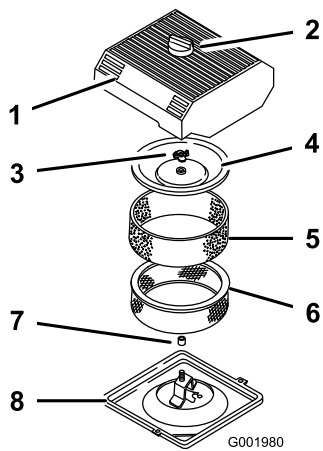

図 43
3. エアクリーナを外したときエンジン内部に異物が入らないよう、周辺をきれいに拭く (図 43)。
- エア・クリーナのカバーのノブをゆるめてカバーを外す(図 43)。
- ペーパー・エレメントからスポンジ・エレメントを注意深く取り外す(図 43)。
- カバー・ナットを外し、カバーとペーパー・エレメントを外す(図 43)。
- ペーパー・エレメントにスポンジ・エレメントを注意深く取り付ける(図 43)。
- カバー・ナットを取り付けて指締めする(図 43)。
4. エア・クリーナのカバーとノブを元通りに取り付ける(図 43)。